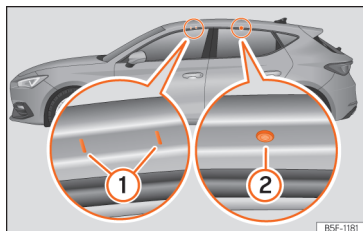

Fig. 202 Pontos de fixação das barras longitudinais para a bagageira do tejadilho (Leon).
Válido para Leon: Os pontos de fixação dianteiros e traseiros (1) e (2) só se podem ver com as portas abertas >>> Fig. 202.